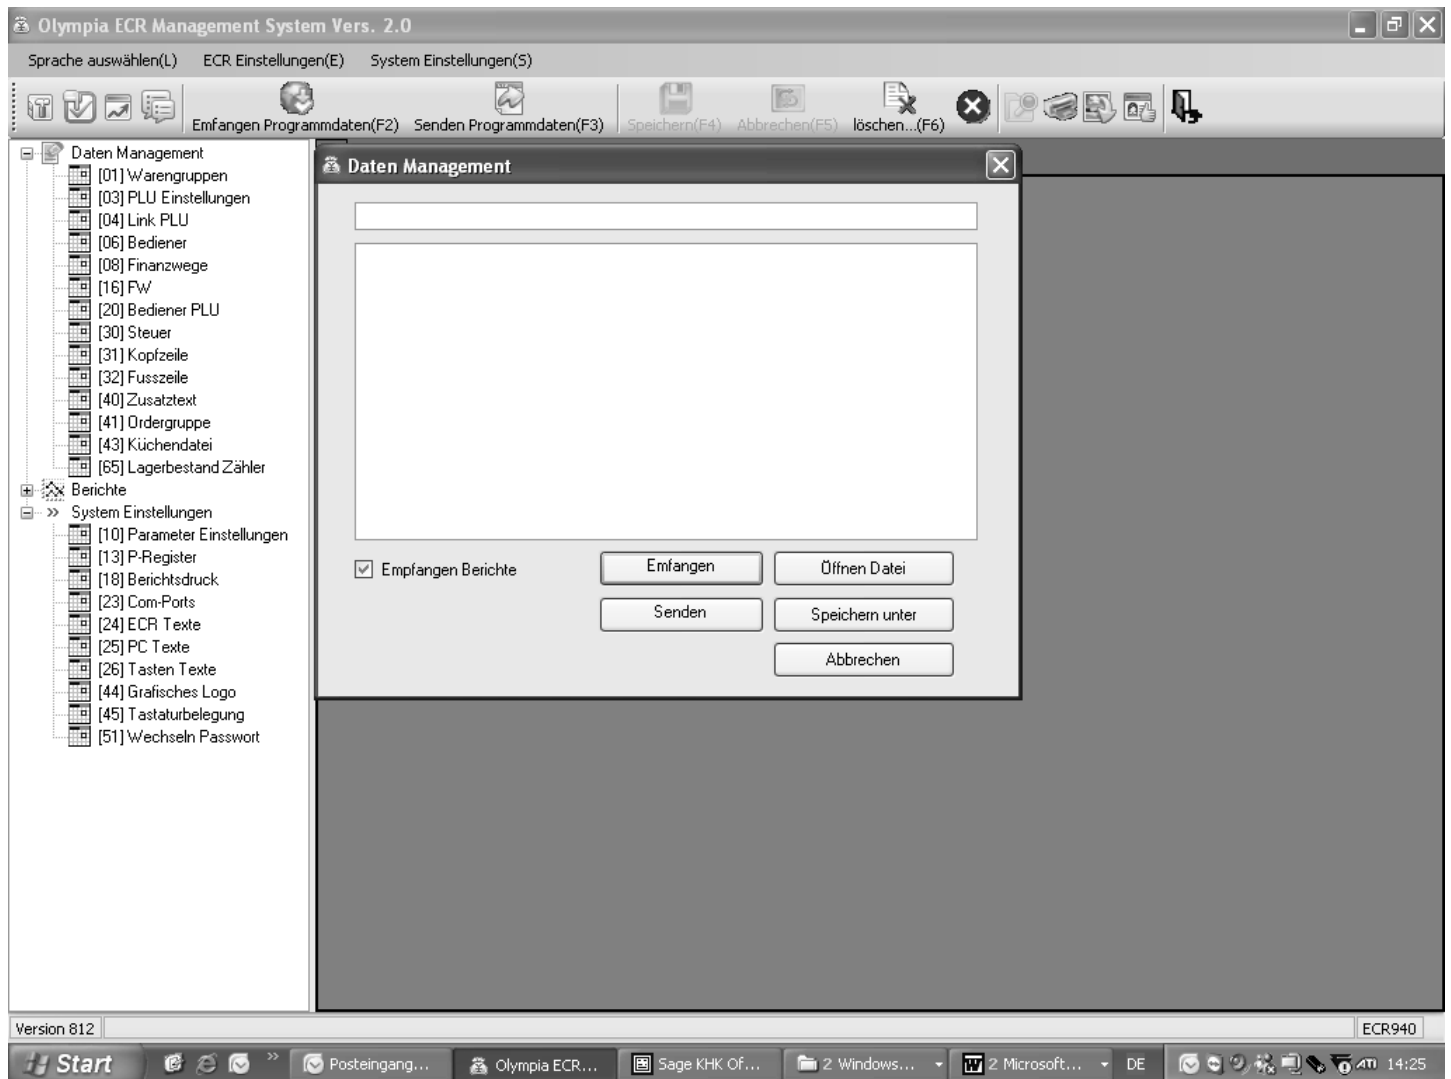

Abb. 12
2. Klicken Sie auf den Button **[Senden Daten]** (siehe Abb. 12).
2. Klicken Sie auf den Button **[Empfangen Daten]** (siehe Abb. 12).